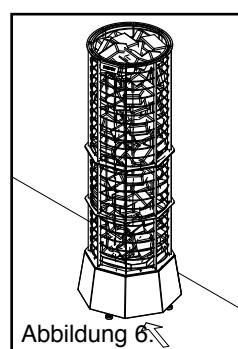

Abbildung 6.
- Der Steuerspannungsschalter des Saunaofens befindet sich an der Vorderseite unten. (Siehe Abb. 6)